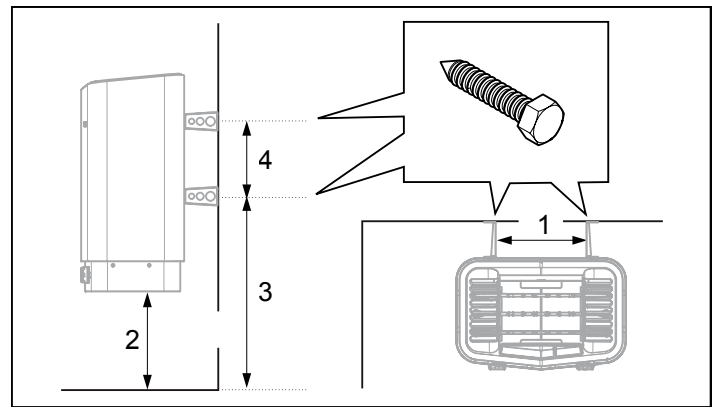

Fig. 11 : Cotes
9. Installer les vis pour support d'après les cotes, voir la figure 11.